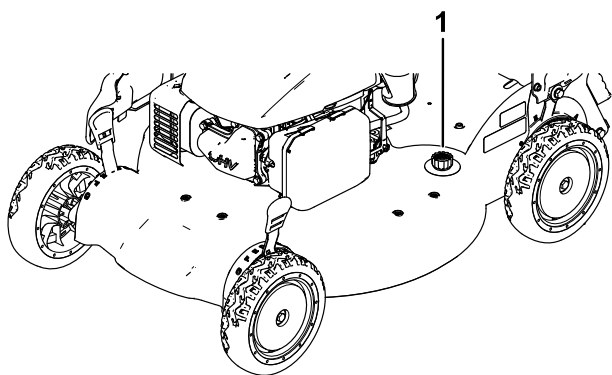

Figura 21
4. Conecte una manguera de jardín que esté conectada a un grifo al orificio de lavado (Figura 21).